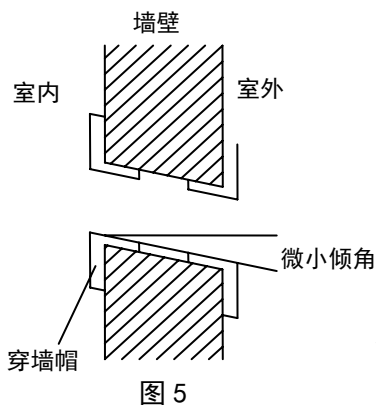

图 5
- 2、根据选定的位置在墙上钻孔（过配管用），钻孔直径约 80mm，孔应稍向室外侧倾斜，并安上穿墙帽（图 5）。